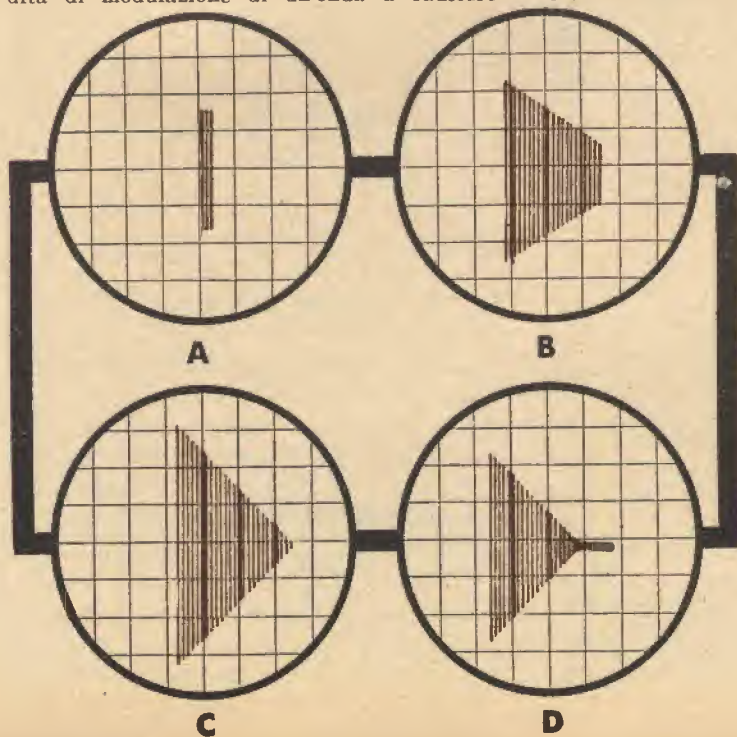

Fig. 4 - Figure trapezoidali dovute a radiofrequenza modulata. A) In assenza di modulazione; B) Modulazione al 50%; C) Modulazione al 100%; D) Sovramodulazione.
Quando l'onda non è modulata, si avrà tensione soltanto sulle placche verticali, pertanto sullo schermo dell'oscilloscopio non comparirà che un'unica linea verticale. Quando invece si ha modulazione, essa produrrà la deflessione orizzontale, in modo tale da formare le figure di fig. 4. Se la profondità di modulazione è minore del 100 %, si avrà una figura trapezoidale (B), mentre se essa è esattamente del 100 % si avrà un triangolo (C).